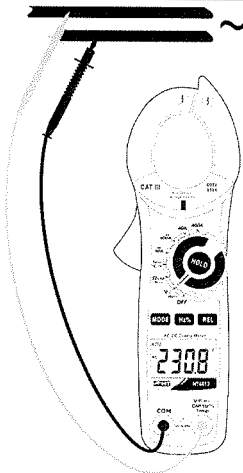

Fig. 3: Uso della pinza in misura di Tensione AC
4. Inserire il cavo rosso nel terminale di ingresso $V\Omega \rightarrow \rightarrow \rightarrow CAPHz\%Temp$ e il cavo nero nel terminale di ingresso **COM** (Fig. 3)